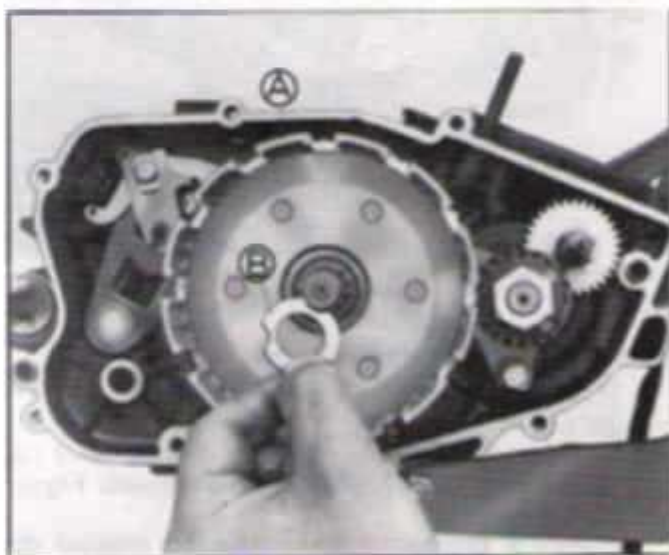

FIG. M47 - A. CONJUNTO EMBREAGEM CONDUTORA
6. Colocar o conjunto completo da embreagem prestando atenção para o seu posicionamento apropriado no conjunto da embreagem condutora. Figura M47.